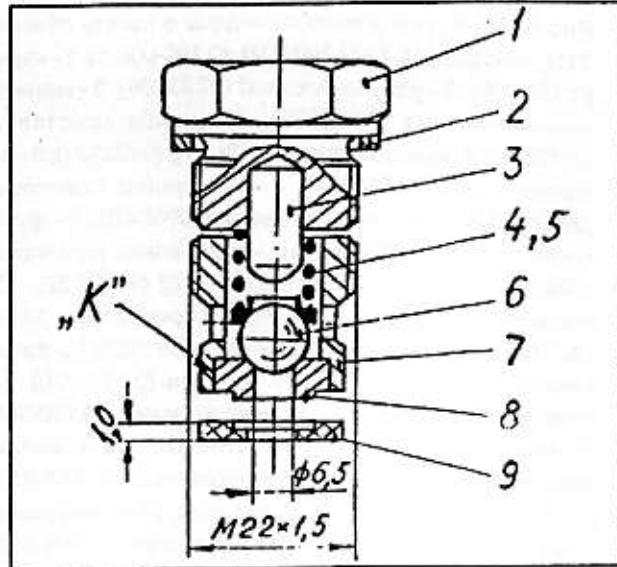

Рис. 10
5.2.7. Нагнетательный клапан (рис. 10). Седло и шарик клапана выполнены из износостойких материалов. Седло установлено и зафиксировано в зажиме седла. Седло герметизируется пластмассовым уплотнительным кольцом, а пробка - медным уплотнением.
Рис. 10. Нагнетательный клапан: (10-2.04.00A), 1 - пробка (0-010-783); 2 - уплотнение медное (99-7.01.02); 3 - штифт цилиндрический (9.930-101); 4 - пружина нагнетательного клапана агрегата (0.10-779); 5 - опора пружины (05-2.04.05); 6 - шарик 011 мм (99-4.15.01); 7 - зажим седла клапана (0.010-776); 8 - седло нагнетательного клапана (0-010-777); 9 - кольцо уплотнительное (10-2.04.09).